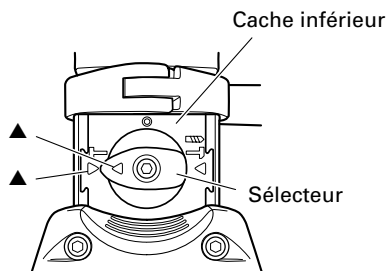

Fig. 7
- (1) Commutation sur "percussion"
- (b) Aligner ▲ du sélecteur sur ▲ sur le côté ▴ du dessous, comme indiqué à la Fig. 7.